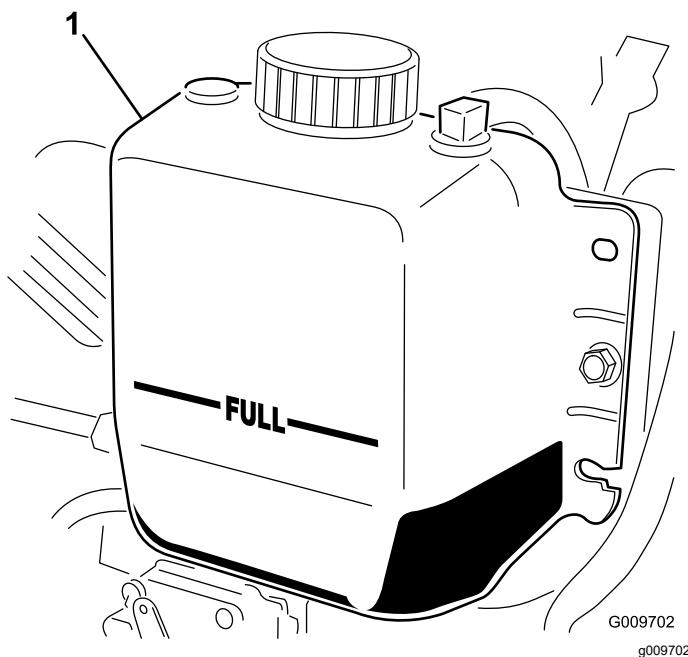

Figure 37
- Remarque:** Le radiateur doit être rempli jusqu'en haut du goulot de remplissage et le vase d'expansion jusqu'au repère maximum (Figure 37).